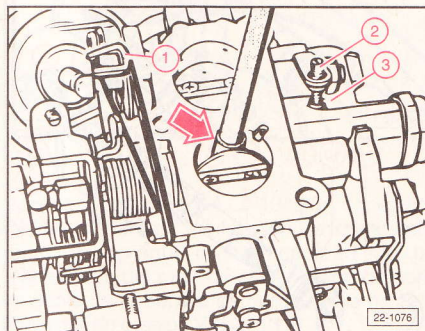

Fig. 2.83
El tornillo limitador (2) (Fig. 2.83) viene ajustado de fábrica y no deberá modificarse su posición. En caso de haberse modificado su posición involuntariamente, deberá procederse de la siguiente manera para realizar el ajuste respectivo:
Abrir la mariposa de fase I y bloquearla (flecha) (Fig. 2.83).
Pretensar con un anillo de goma la palanca de bloqueo (1) de la mariposa de fase II (Fig. 2.83).
Desatornillar el tornillo limitador (2) hasta que el tornillo quede separado del tope (3) (Fig. 2.83).
Atornillar el tornillo limitador (2) hasta que contacte con el tope (3) (Fig. 2.83).